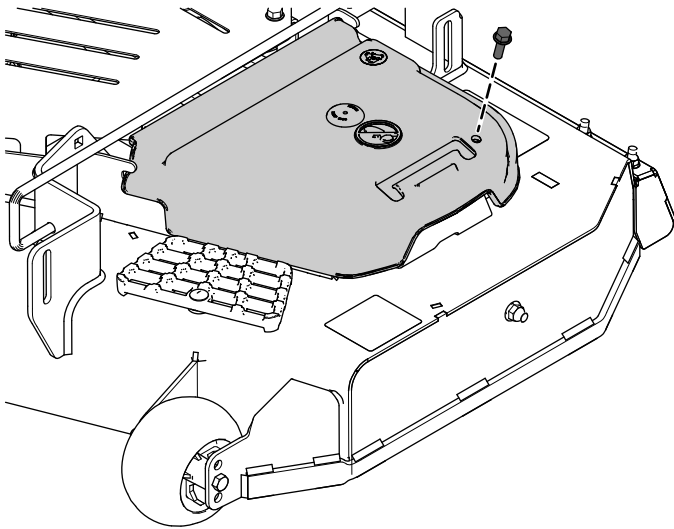

Figure 1
1. Déposez les protège-courroies (Figure 1).